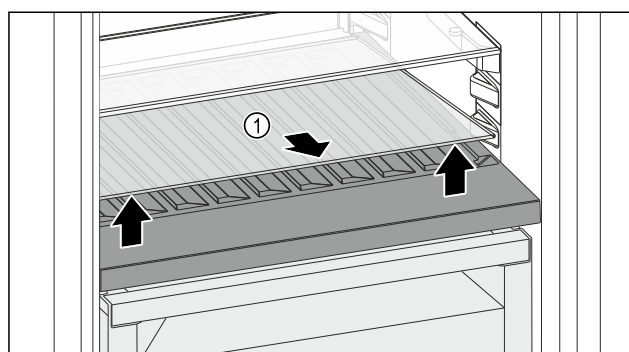

Fig. 107
- Glasplatte Fig. 107 (1) an der Aussparung vorne anheben und herausnehmen.
- Glasplatte Fig. 107 (1) außerhalb des Geräts sicher aufbewahren.